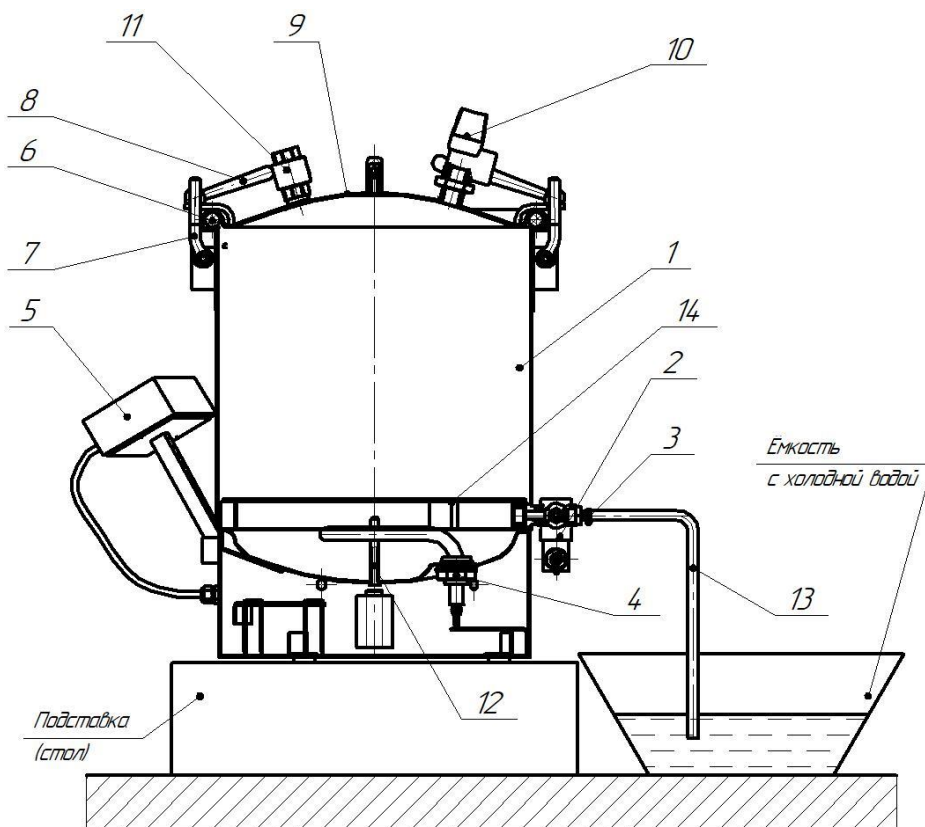

Рис. 1. Схема автоклава в сборе
Основные составляющие части автоклава показаны на рис. 1
Автоклав позволяет в автоматическом режиме нагреть содержимое до заданной температуры (Нагрев), выдержать заданное время содержимое автоклава при заданной температуре (Стерилизация), охладить содержимое автоклава до заданной температуры (Охлаждение, этот режим необходим при стерилизации продуктов, укупоренных в реторт-пакеты) и слить воду. Для предотвращения образования вакуума при сливе воды из автоклава на крышке автоклава установлен обратный клапан поз. 14 (рис. 1). Подробное описание работы автоклава см. в разделе «Использование изделия».
Для защиты от брызг и пара при сливе воды с температурой свыше 100 °С, конец шланга слива 13 (рис.1) опустить в ведро (или другую ёмкость) с небольшим количеством холодной воды (водяной затвор) и закрепить его (например, привязав шланг к ручке ведра), иначе возможны хаотичные движения шланга с выбросом пара и горячей воды во все стороны в первые минуты слива воды.
- не вывинчивать ручки зажима крышки 8 (рис. 1) автоклава;
- при необходимости сбросить давление в автоклаве, повернув головку предохранительного клапана 10 (рис.1), до полного прекращения выхода пара (для предотвращения попадания пара на руку одеть защитную перчатку);
- вывинтить ручки 8 (рис. 1), отбросить болты 7 и снять крышку 9;